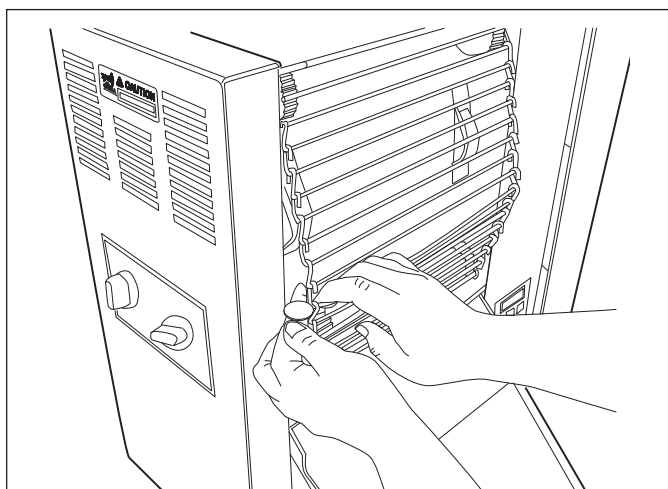

Figure 8. Mesure des chaînes du tapis du transporteur
4. Déconnectez la chaîne du tapis du transporteur en resserrant deux maillons et en dégrafant les deux extrémités d'un maillon (Figure 8). Il est possible que vous deviez utiliser une pince à bec fin. Retirez la chaîne du tapis du transporteur.
2. Placez la chaîne de rechange sur les pignons supérieurs. Vérifiez le positionnement correct (Figure 8).
Les chaînes du tapis du transporteur sont mal installées.	Installez le tapis du transporteur conformément au diagramme de la figure 8 (page 11). Assurez-vous que les extrémités des crochets sont tournés vers le bas.